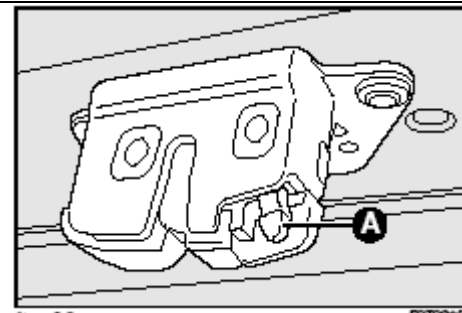

рис. 80
- Из багажного отсека нажать на язычок **A** – **рис. 80** и открыть дверь багажника.